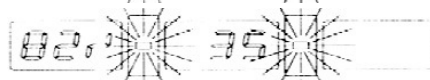

Fig19.
- rotiti roata pana se aprind cele doua LED-uri din mijloc (Fig19.), si faceti semn pe anvelopa la pozitia de ora 12